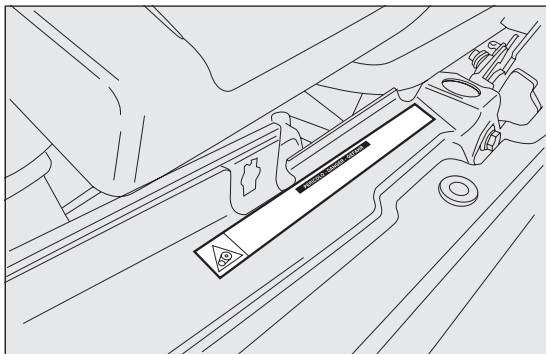

РИС. 74
**Перед открытием капота двигателя убедиться, что автомобиль выключен, а ключ зажигания находится в положении STOP. Придерживаться указанного на табличке, расположенной рядом с передней переключателем РИС. 74. Рекомендуется всегда извлекать ключ из замка зажигания, если в автомобиле присутствуют пассажиры. Перед выходом из автомобиля всегда извлекать ключ или устанавливать его в положение STOP. Во время заправки автомобиля топливом убедиться, что двигатель выключен, а ключ находится в положении STOP.**